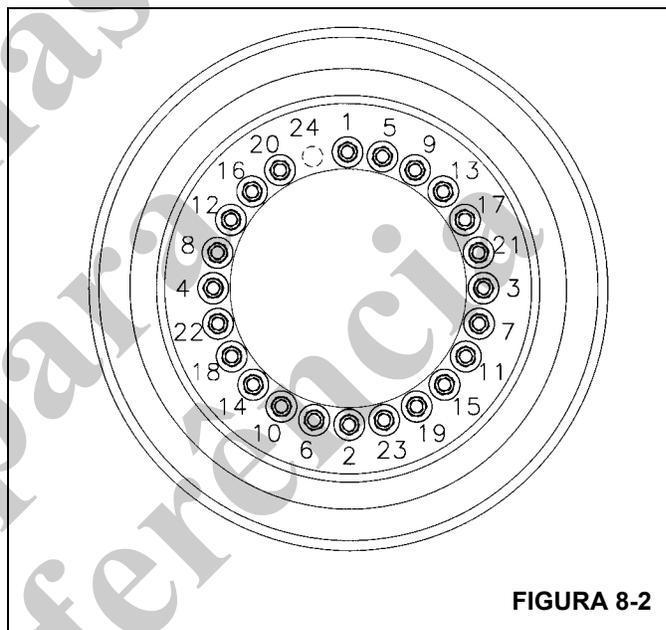

FIGURA 8-2
2. Posicione o conjunto de rodas nos prisioneiros de montagem. Instale as porcas parafuso e aperte-as com um torque de 70 Nm (50 lb-pé) na sequência mostrada na Figura 8-2.
4. Continue a apertar as porcas parafuso com um torque de 407 a 475 Nm (300 a 350 lb-pé) na sequência mostrada na Figura 8-2.